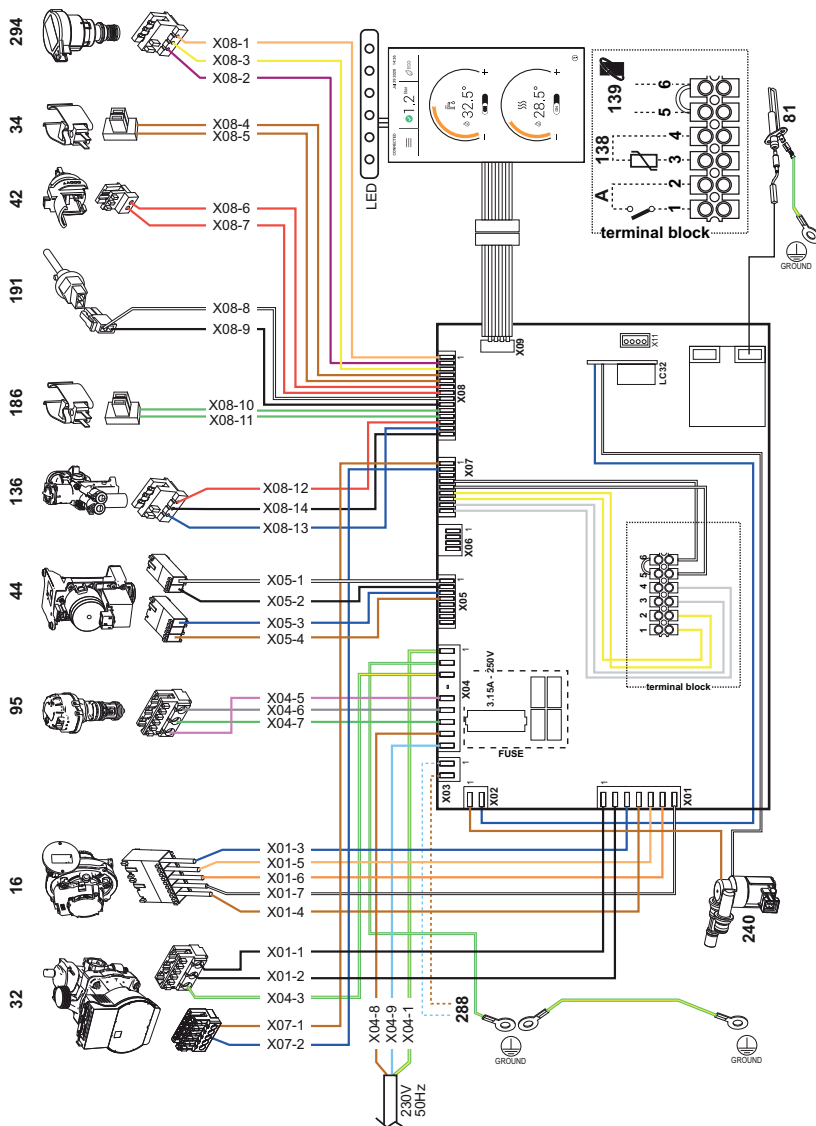

fig. 47 - Schema elettrico
4.6 Schema elettrico (fig. 47)